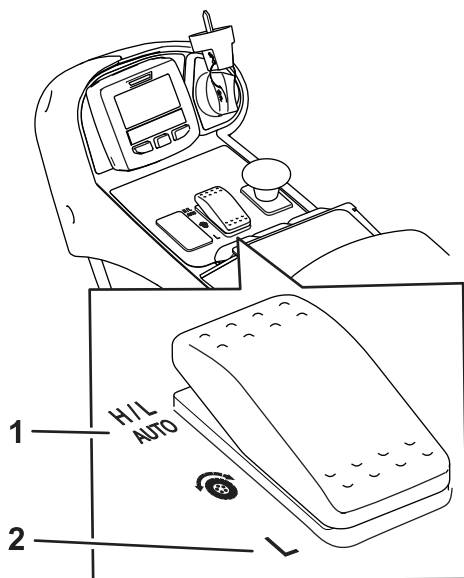
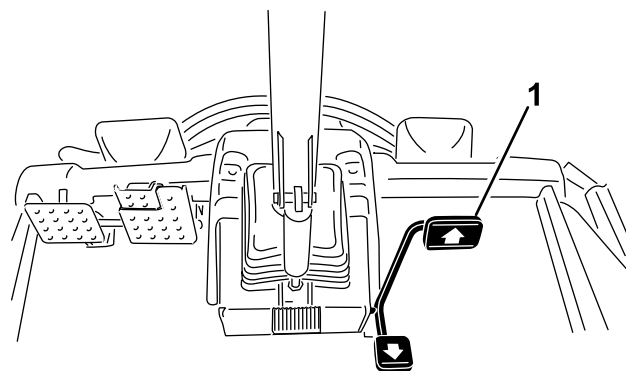

Figura 27
Figura 28
- În condiții normale de funcționare, această maină este destinată să funcționeze în poziția H/L AUTO a comutatorului pentru gama de viteze (Figura 27). Această poziție permite mainii să comute automat între gamele de viteze reduse i mari, după cum maina este utilizată pentru tunderea ierbii sau transport.
- Atunci când selectai poziția REDUSĂ a comutatorului pentru gama de viteze (Figura 27), maina va funcționa întotdeauna în gama de viteze reduse. Această setare este de preferat pentru operarea într-o zonă de atelier, încărcarea sau descărcarea de pe o remorcă, urcarea pe pante abrupte sau orice altă operațiune în care nu se dorește o viteză de traciune mai mare din gama de viteze mari.
Această maină este echipată cu 2 game de viteze de traciune: reduse i mari. Cu ajutorul comutatorului pentru gama de viteze puteți selecta următoarele poziții (Figura 27):
Această caracteristică permite posibilitatea de a seta viteza maximă a mainii atunci când apăsați pedala complet în față (Figura 28). Puteți seta o viteză separată pentru gama de viteze reduse și cea pentru viteze mari (Figura 27).